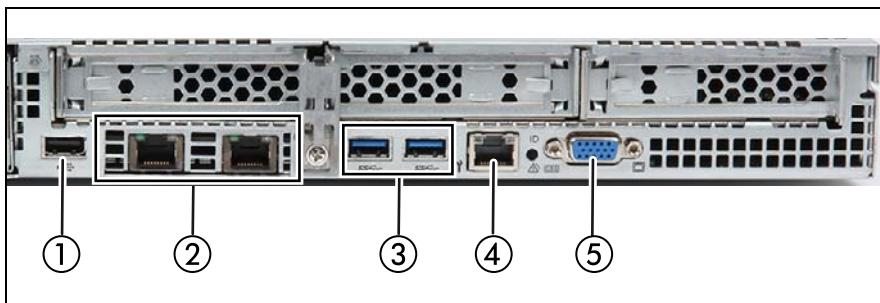

図 4: 背面の接続パネル
- モニタのデータケーブルをサーバのビデオコネクタに接続します（59 ページ の図 4 のアイテム 4）。